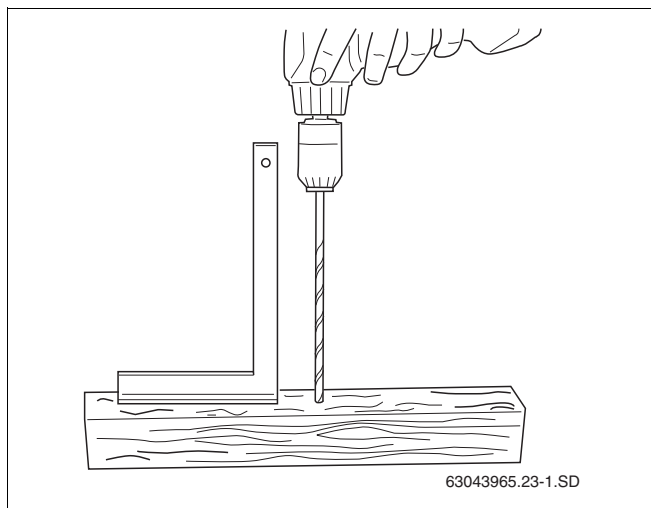

Fig. 22 Udarbejdelse af boreskabelon
- ▶ Tag et kanttræ med en længde på ca. 0,50–1,00 m. Bør et gennemgående hul (Ø6 mm) lodret ind i kanttræet (fig. 22).